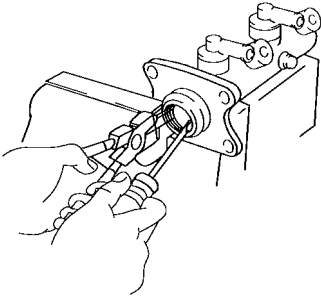

图 15-23 用螺钉旋具推入活塞，
1) 用螺钉旋具推入活塞，用弹簧卡环钳子拆下弹簧卡环。并用手拆出 1 号活塞和弹簧，如图 15-23 所示。